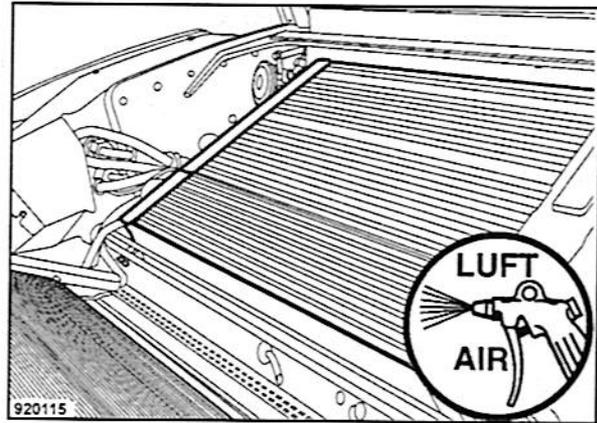

Fig. 126
- Limpiar el radiador soplando con aire comprimido (Fig. 126). Retirar suciedad que haya entrado en el compartimento del motor.